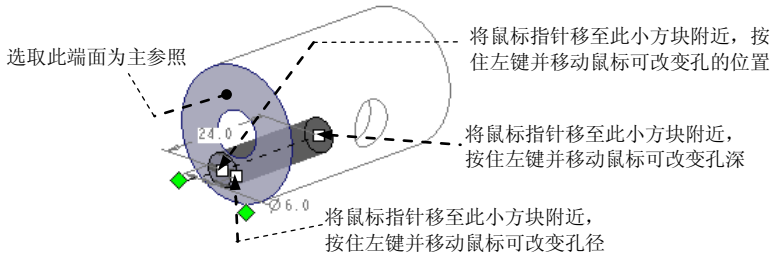

图 5.14.3 选取放置参照
(1) 定义孔的放置参照。选取图 5.14.3 所示的端面为放置参照，此时系统以当前默认值自动生成孔的轮廓。可按照图中说明进行相应动态操作。